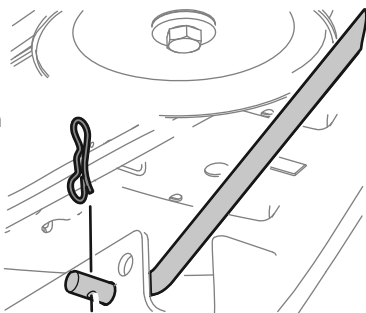

Figura 44
- Tire del pasador de chaveta hacia afuera de la varilla de elevación delantera de la plataforma que la sujeta a la plataforma. Consulte la Figura 44. Saque la varilla de elevación de la plataforma del soporte de suspensión frontal.